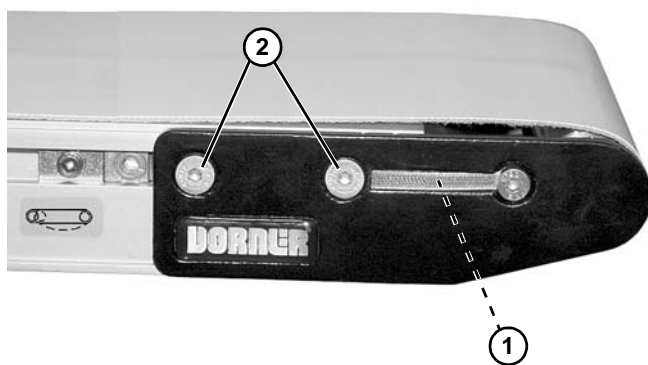

Figura 9
- Con la ayuda de una llave hexagonal de 5 mm, gire el engranaje piñón (**Figura 9, artículo 1**) para tensar la banda del transportador. Apriete los tornillos de sujeción (**Figura 9, artículo 2**) en ambos lados del transportador a 9 Nm. Para conocer cuáles son los valores de tensión adecuados, consulte “Tensar la Banda del Transportador” en la página 21.